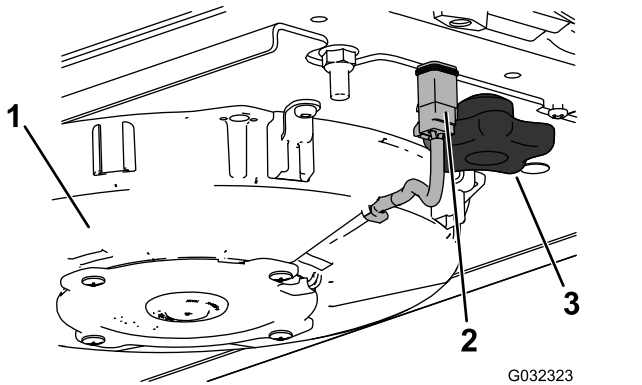
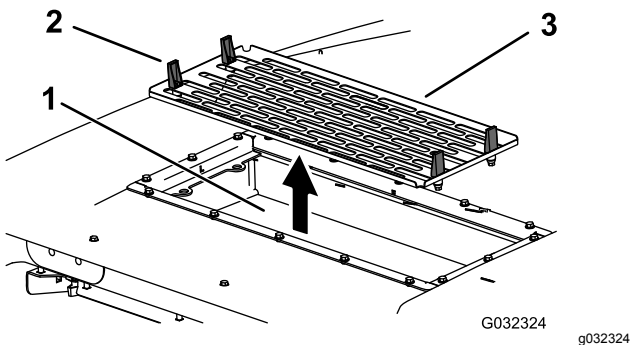

Bild 132
Bild 133
6. Bauen Sie Luftfilter, Gitter und Klimaanlage wieder ein (Bild 131, Bild 132 und Bild 133).
7. Schließen Sie das Kabel jedes Lüfters an (Bild 132).